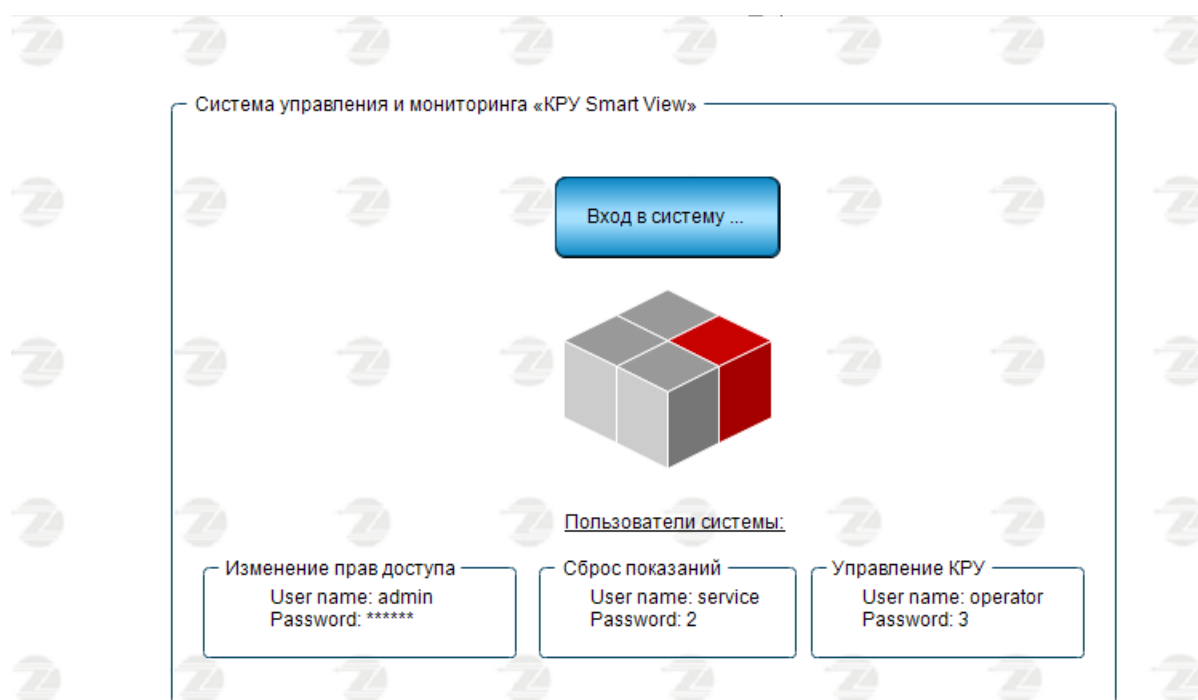

Рис.20
Для перехода в раздел необходимо нажать кнопку «Защита паролем». Экран «Защита паролем» сенсорной панели показан на рис.20.
После блокировки экрана, как показано на рис.20, сенсорная панель продолжает свою работу в штатном режиме.
3. включение и отключение экранной заставки, как показано на рис.20 (через 1 мин. после прекращения работы оператора с сенсорной панелью экран выключится автоматически, по-умолчанию экранная заставка отключена).